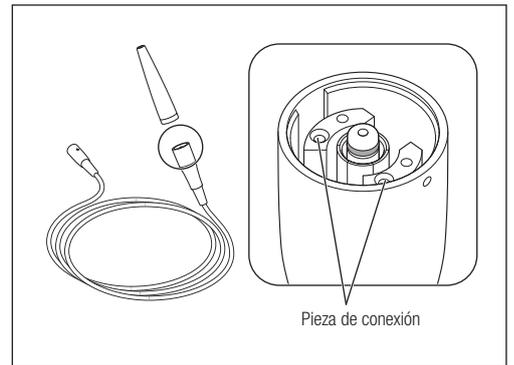

Fig. 37
- No utilice un palo muy puntiagudo ni presione la pieza de conexión cuando limpie la clavija del cable de la pieza de mano. De lo contrario podría ocasionar daños y provocar un fallo de contacto (Fig. 37).